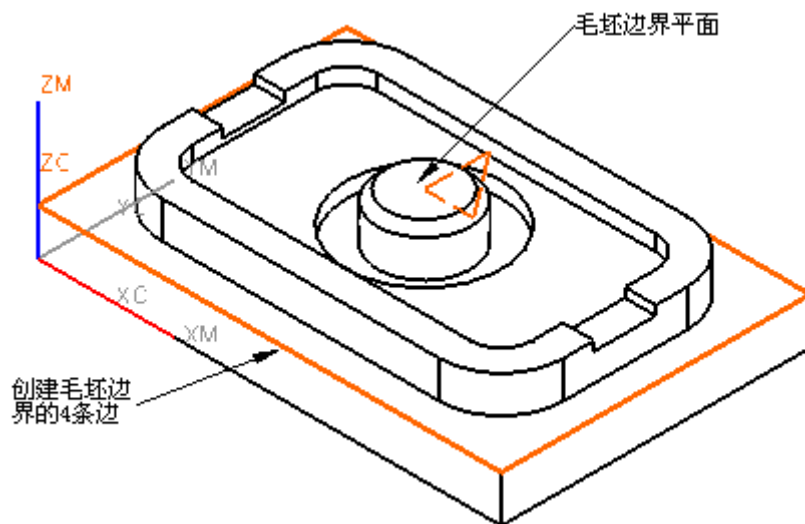
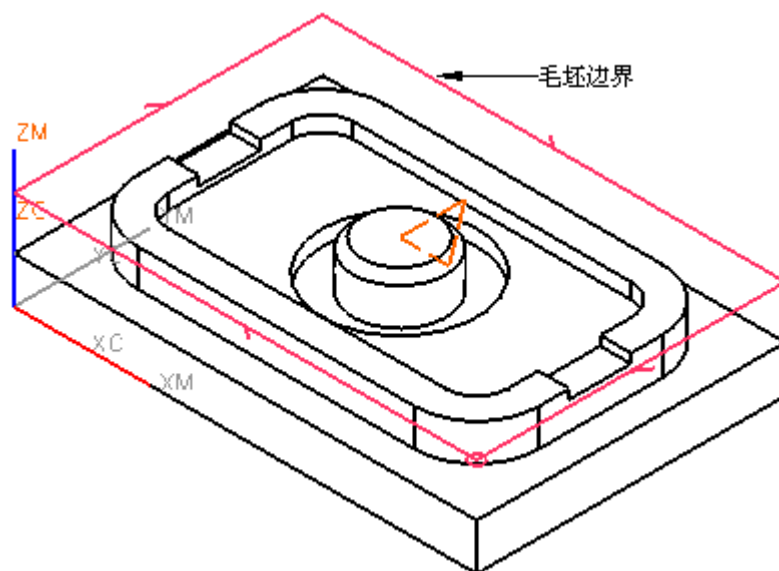

图 8-28
图 8-29
- 在图 8-27 中，单击 ，选择模型中的圆柱端面，定义其为毛坯边界平面，如图 8-28 所示。
- 选择如图 8-28 所示的 4 条边，单击 OK，生成如图 8-29 所示的毛坯边界。